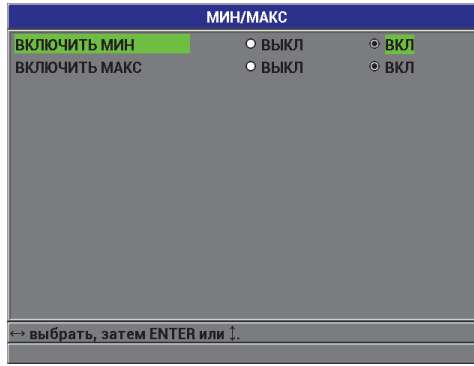

Рис. 5-4 Экран МИН/МАКС
2. В окне **МИН/МАКС** (см. Рис. 5-4 на стр. 99):